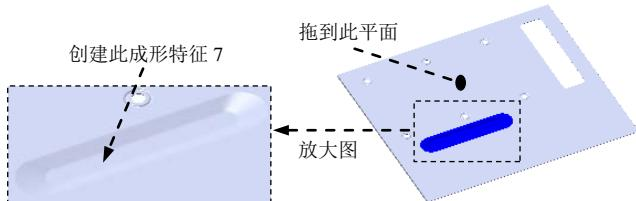
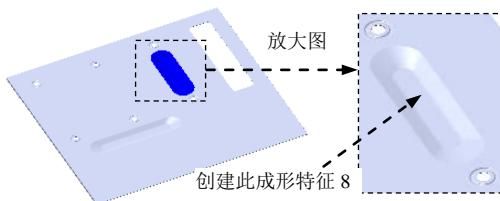
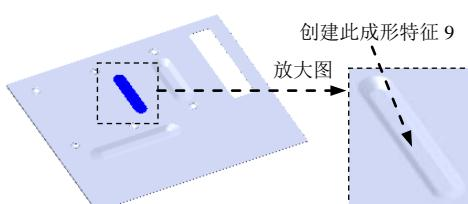

图 17.10.73 创建成形特征 7
图 17.10.75 创建成形特征 8
图 17.10.77 创建成形特征 9
Step19. 创建图 17.10.73 所示的成形特征 7。
(1) 单击任务窗格中的“设计库”按钮 ，打开“设计库”对话框。
(2) 单击“设计库”对话框中的 ch17 节点，在设计库下部的列表框中选择“case_shaped_tool_06”文件并拖动到图 17.10.73 所示的平面，在系统弹出的“成形工具特征”对话框中单击 按钮。
Step20. 创建图 17.10.75 所示的成形特征 8。
(2) 单击“设计库”对话框中的 ch17 节点，在设计库下部的列表框中选择“case_shaped_tool_07”文件并拖动到图 17.10.73 所示的平面，在系统弹出的“成形工具特
Step21. 创建图 17.10.77 所示的成形特征 9。
(1) 单击任务窗格中的“设计库”按钮 设计库 ，打开设计库对话框。
(2) 单击“设计库”对话框中的 ch17 节点，在设计库下部的列表框中选择“case_shaped_tool_08”文件并拖动到图 17.10.73 所示的平面，在系统弹出的“成形工具特征”对话框中单击 \checkmark 按钮。